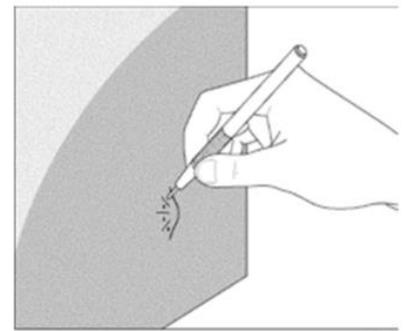

Figura 21
1. Prima di rimuovere l'application tape utilizzare un fora bolle per bucare in più punti la grafica intorno al rivetto. In alternativa, utilizzare uno strumento di rilascio dell'aria per rivetti a più pin MPP-1, che richiede un solo tratto per fare diversi fori. NON usare una lama di un taglierino o una lama da rasoio. Vedere figura 21.